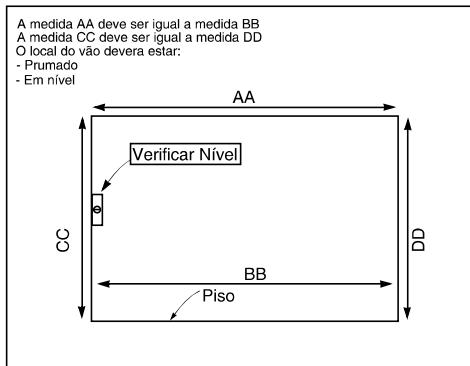
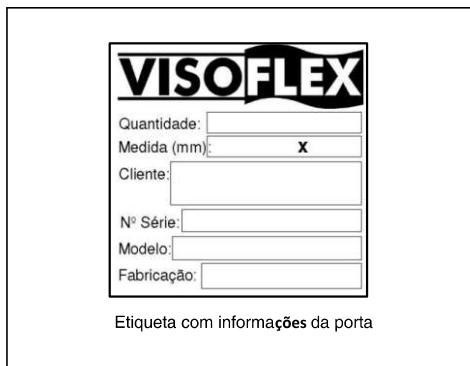

Figura 8
Figura 9
1. Para conferir as medidas do vão, deve-se verificar AA=BB e CC=DD. (Veja Figura 8). Compare com as informações de fabricação da porta que se encontra na etiqueta fixada dentro do painel de comando. (Veja Figura 9). A medida de fabricação esta descrita no campo "Medida (mm)" sendo a medida considerada Largura do Vão x Altura do Vão.